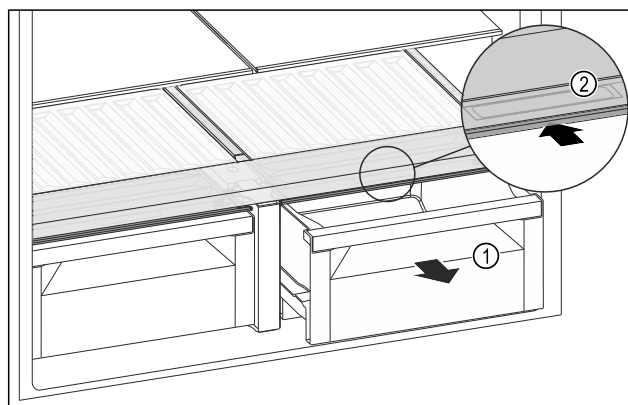

Fig. 127
- ▶ Izvlecite predal Fig. 127 (1).
- ▶ Primate prijemalno vdolbino Fig. 127 (2) na pokrovu predala in pokrov predala istočasno potisnite nazaj.